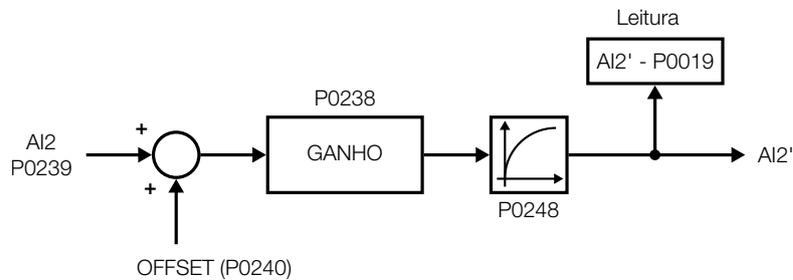

Figura 5.30 – Diagrama de blocos da entrada analógica AI2
- Consulte a Figura 5.30 na página 5-47 .